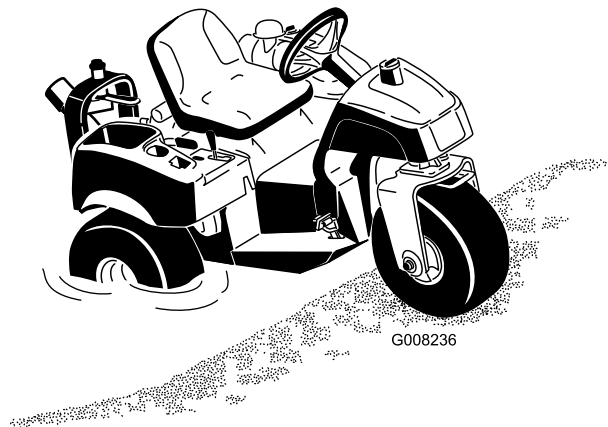

Figura 11
1. Arranque el Sand Pro y entre despacio en marcha atrás en la zona del búnker que sea menos profunda. El agua nunca debe llegar por encima de los cubos de las ruedas de la máquina Sand Pro (Figura 11).